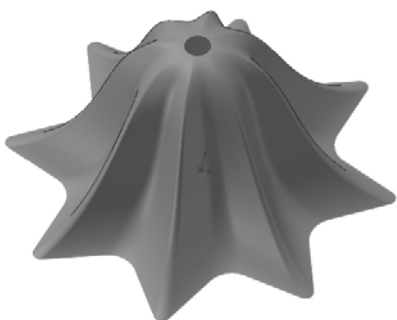

图 9-37 放样曲面
(19) 放样曲面。选择“插入”→“曲面”→“放样曲面”菜单命令，或者单击“曲面”工具栏中的（放样曲面）按钮，此时系统弹出如图9-36所示的“曲面-放样”属性管理器。选择草图1和草图5为轮廓，选择4条样条曲线为引导性，单击属性管理器中的（确定）按钮，结果如图9-37所示。